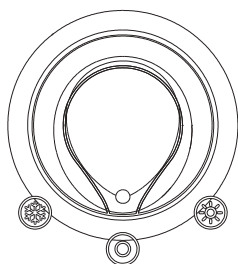

fig. 9
- Mettre le sélecteur de fonction sur ☉ (éteint/déblocage) (fig. 9).